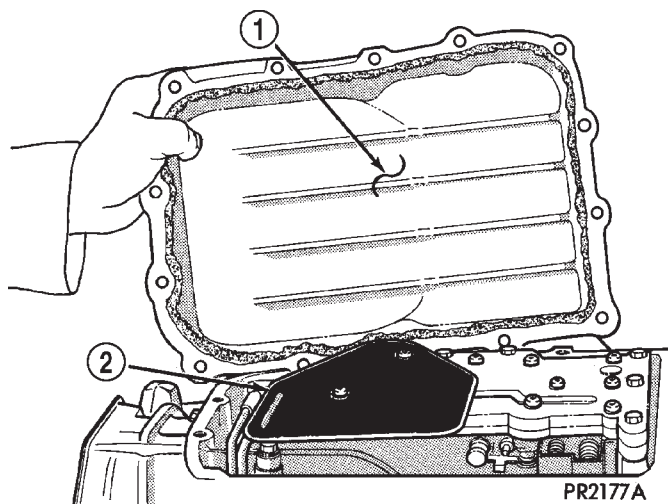

Fig. 81 Colector de aceite del transeje
(42) Aplique un reborde de 3 mm (1/8 de pulg.) de sellante adhesivo de caucho siliconado de Mopar®, Mopar® Silicone Rubber Adhesive Sealant, en el colector de aceite del transeje (Fig. 81). Instale los pernos del colector de aceite al cárter e inmediatamente apriételos (Fig. 82) con una torsión de 19 N·m (165 lbs. pulg.).